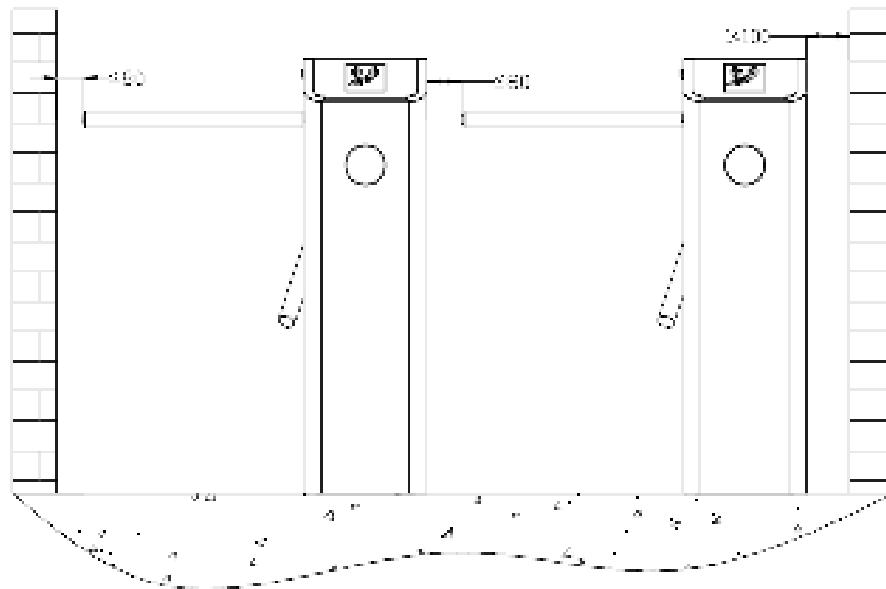

Рис.3-1
Оборудование должно быть установлено на бетонном основании, убедитесь в качественном крепеже болтами. Мы советует Вам установить вспомогательную раму для образования полноценной проходной линии, как показано на рис. 3-1.
2. Расстояние от преграды до края преграждающих планок не должно превышать 80 мм. (см рис. 3-1).